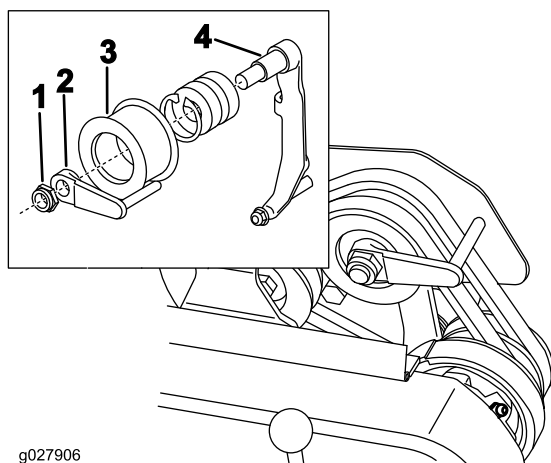

Рисунок 41
8. Для облегчения перемещения машины толканием или буксировкой с заглушенным двигателем отрегулируйте направляющую ремня (Рисунок 41, врезка) следующим образом: